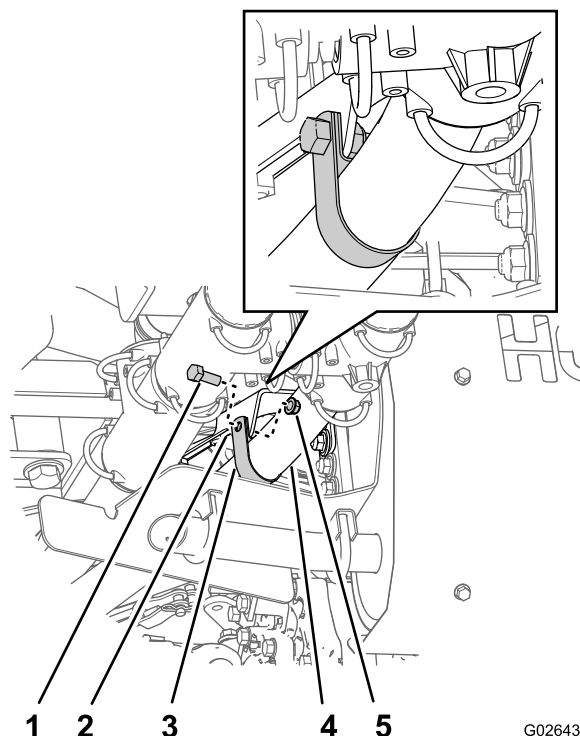

图15
1. 绕着尾管支架排气系统吊挂装置旁边的 31.75mm 软管，滑动支撑夹（31.75mm）（图8 和 图15）。
2. 将支撑夹的孔与消声器支架凸缘上的孔对齐（图15）。
3. 使用螺栓（5/16 x 1 英寸）和凸缘锁紧螺母（5/16 英寸）将支撑夹安装到支架上（图15）。